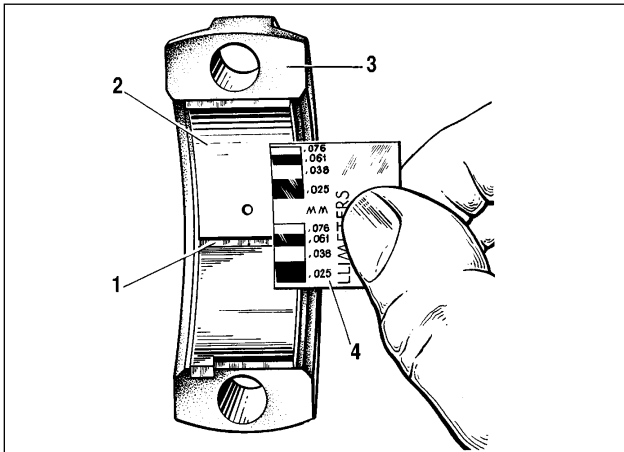

Fig. 2-38. Mesure du jeu de montage des coussinets:
- déposer le chapeau et évaluer le jeu d'après l'échelle graduée servant d'emballage et l'écrasement du fil (fig. 2-38).